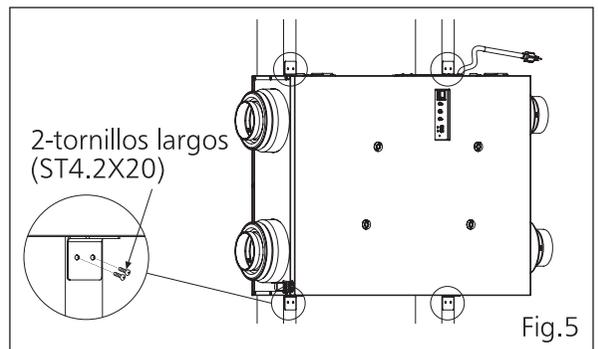

Fig.5
4. Coloque la placa L en el pasador con los tornillos largos (ST4.2X20). (Fig.5)